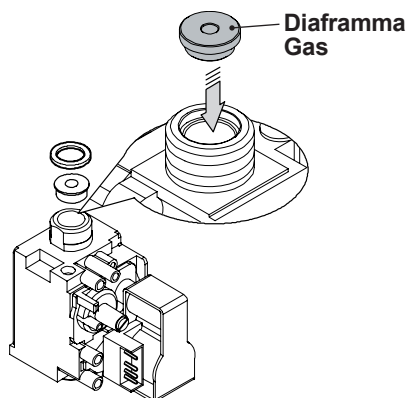

Figura 8.2
- Eseguire la trasformazione del tipo di gas sostituendo correttamente il diaframma gas (Figura 8.2), facendo riferimento alla sezione "Dati tecnici" pag. 24 (modello M160.1212 SV/M), pag. 27 (modello M160.2025 SV/M) e pag. 30 (modello M160.3035 SV/M).